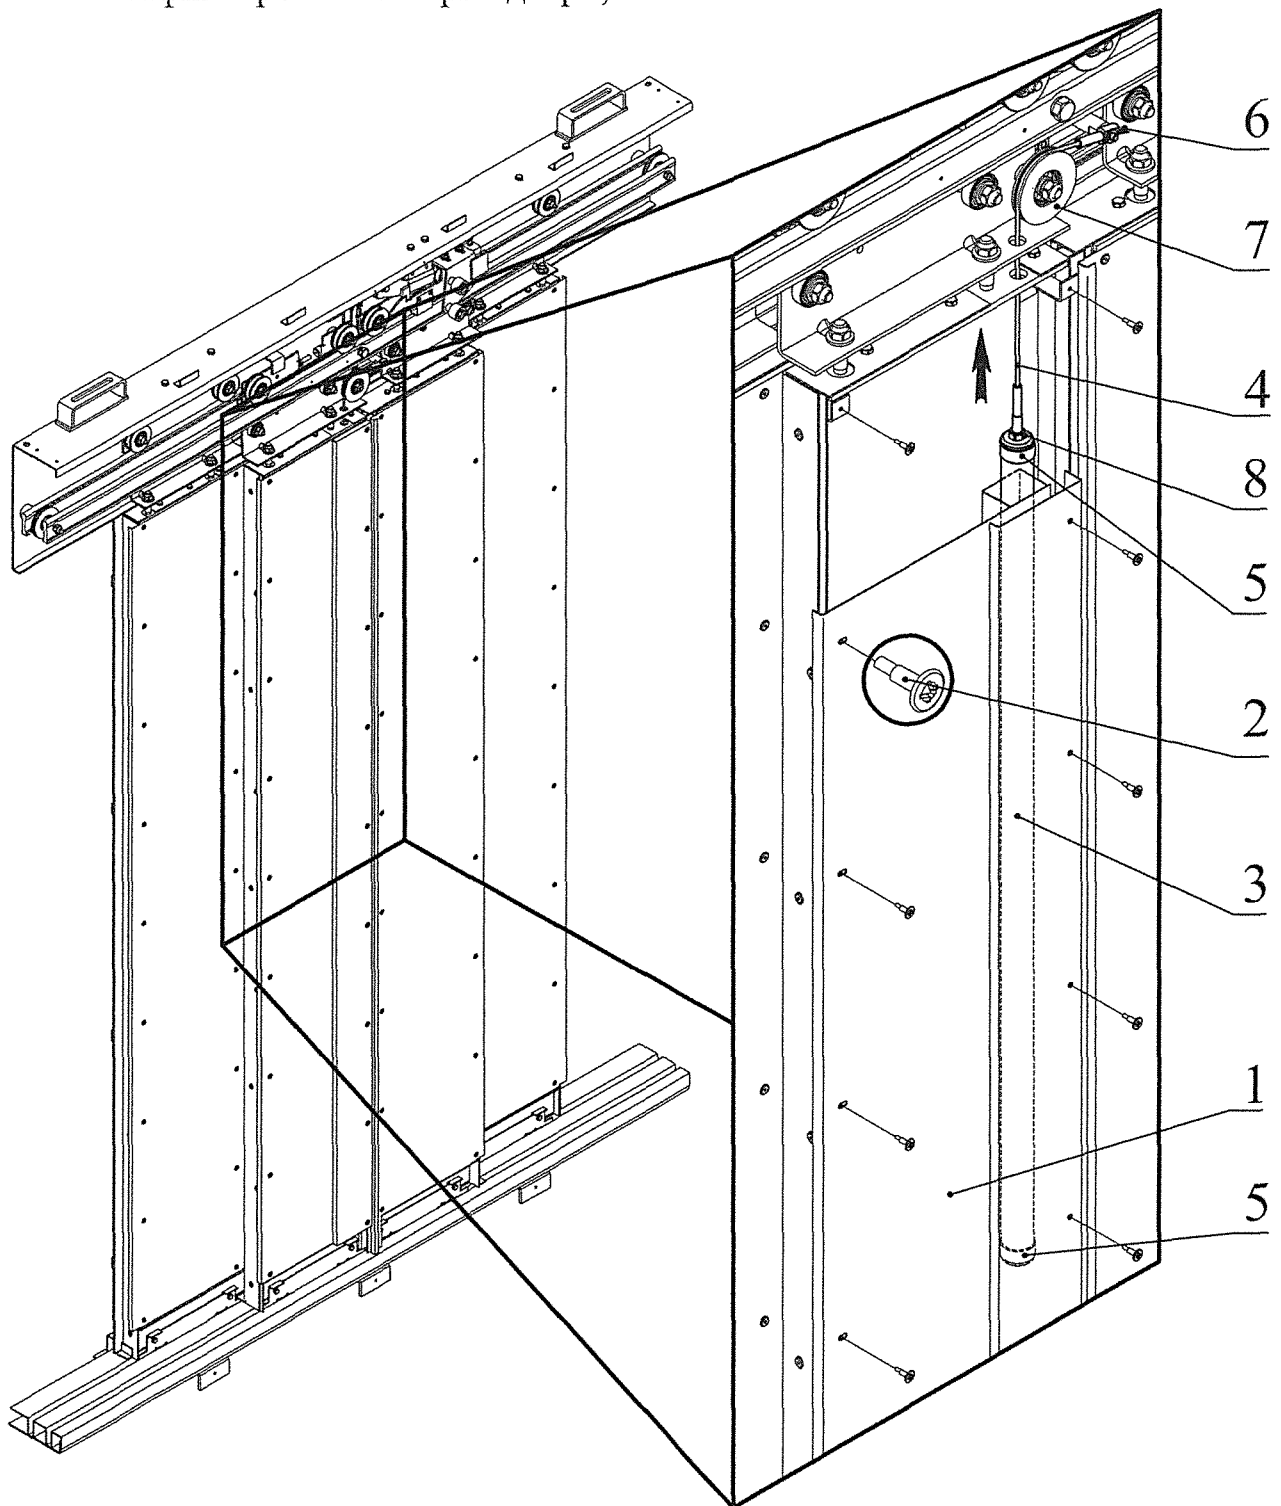

Рисунок 14 – Установка груза
- снять задний щит 1 с желобом для груза (рисунок 14), выкрутив для этого саморезы 2;